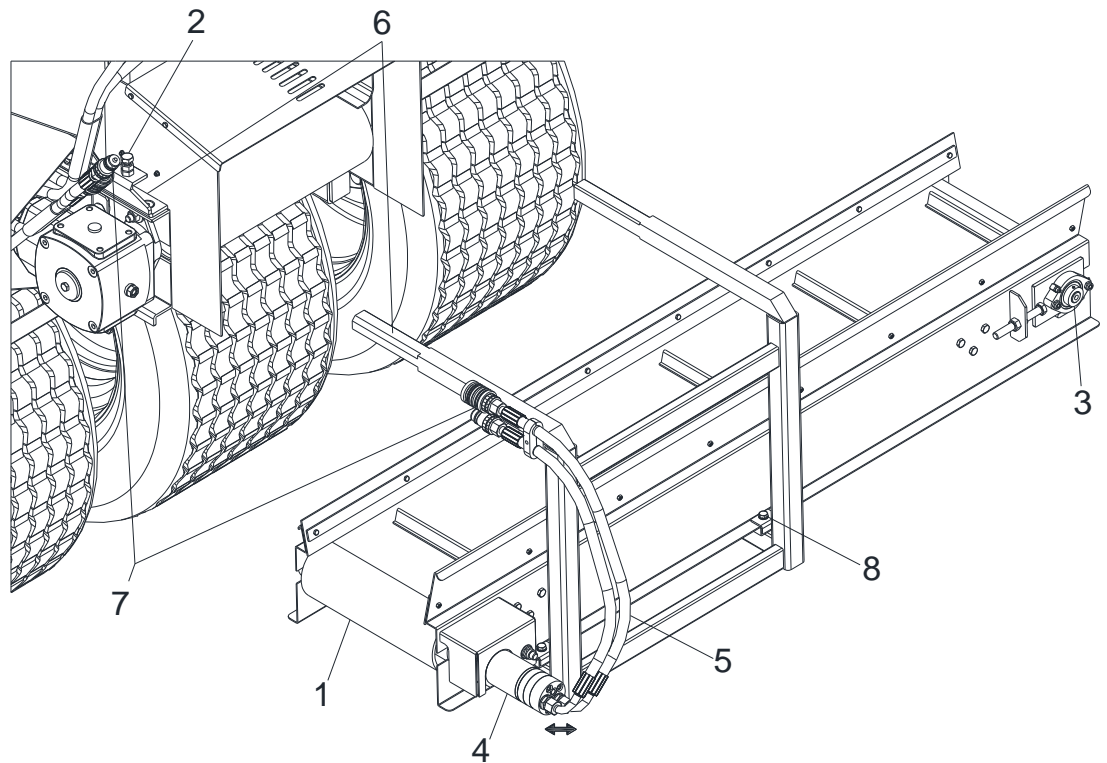

Bild 16 Querförderband
Das optionale Querförderband (Bild 16/1) dient dem seitlichen Ausbringen des Streumaterials. Das Querförderband (Bild 16/1) wird in dieselbe Aufnahme (Bild 16/2) wie das Tellerstreuwerk eingesetzt und mit dem Träger (Bild 16/6) verschraubt. Es kann entweder das Tellerstreuwerk oder das Querförderband an dem Tellerstreuer montiert werden.
2. Hydrauliksteckverbindungen (Bild 16/7) abkoppeln.
3. Schrauben der Aufnahme (Bild 16/2) beidseits lösen und das Tellerstreuwerk abziehen.
4. Die Träger (Bild 16/6) des Querförderband (Bild 16/1) in die Aufnahme (Bild 16/6) einschieben und mit den Schrauben (Bild 16/2) beidseits fixieren.
5. Die Hydraulikanschlüsse des Querförderbands (Bild 16/5) werden mit den Gegenanschlüssen (Bild 16/7) verbunden.
7. Je nach Bedarf kann das Querförderband durch Lösen der Schrauben (Bild 16/8) nach rechts und links bis zum Anschlag verschoben werden.
Das Quer- und Steigförderband (Bild 17/1) dient dem seitlichen Ausbringen des Streumaterials, sowie der Überladung des Streumaterial auf ein anderes Fahrzeug. Das Quer- und Steigförderband wird in dieselbe Aufnahme (Bild 16/2) wie das Tellerstreuwerk eingesetzt und mit dem Träger (Bild 17/2) verschraubt. Es kann entweder das Tellerstreuwerk oder das Quer- und Steigförderband an dem Tellerstreuer montiert werden.
5. Die Hydraulikanschlüsse des Hydraulikmotors (Bild 17/5) mit den Gegenanschlüssen (Bild 16/7) verbinden.